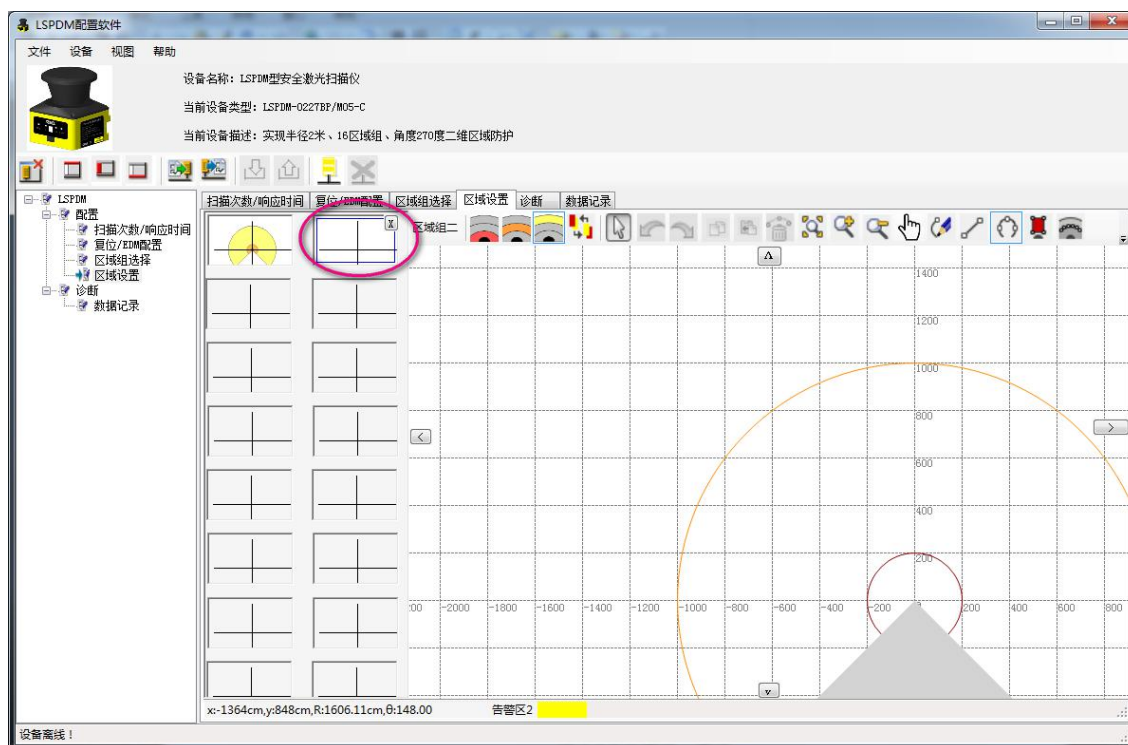

图 3.3.7 区域组二激活
步骤①：点击相应的【区域组选择小视图】(从左到右排列第二个)，区域组二小视图选中后显示蓝色边框，如下图 3.3.7 所示：